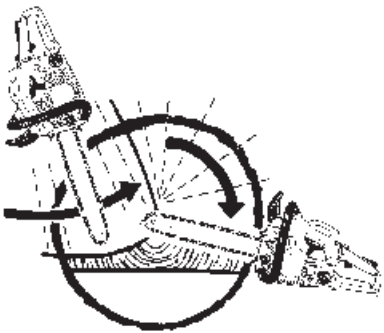

Fig. 15
2. Cuando el diámetro de la madera es más grande que la longitud de la barra, realice 2 cortes como se muestra (Fig. 15).